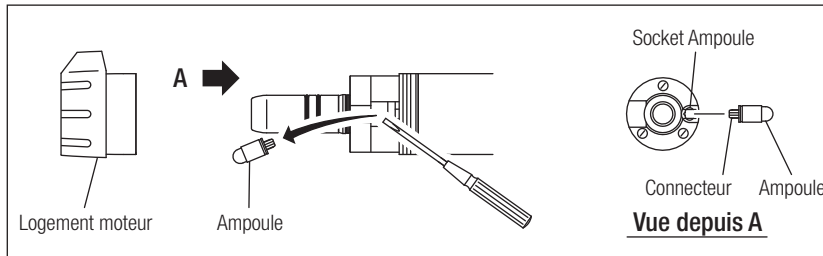

Fig. 22
- 1) Desserrez le logement du moteur et détachez-le du moteur. Enlevez l'ancienne ampoule à l'aide d'un petit outil pointu, comme un tournevis de précision. (Fig. 22)